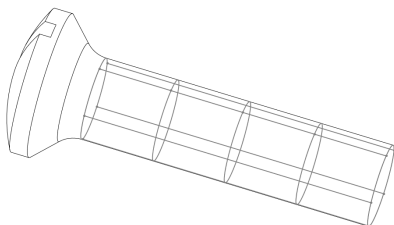

图 2-52 创建面部曲线对象
(4) 在【面部曲线】属性管理器中, 单击【确定】按钮, 即可创建面部曲线对象, 退出草图绘制环境, 如图 2-52 所示。